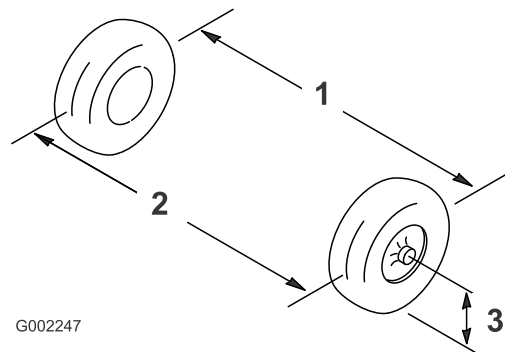

图 83
2. 以轮轴的高度为标准、分别测出两个前轮的轮前距离和轮后距离图 83。